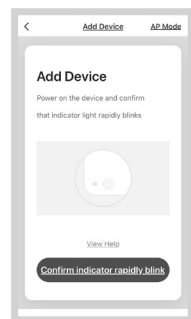

fig. 8
- Confermare con „Confirm indicator rapidly blink“ (fig. 8).